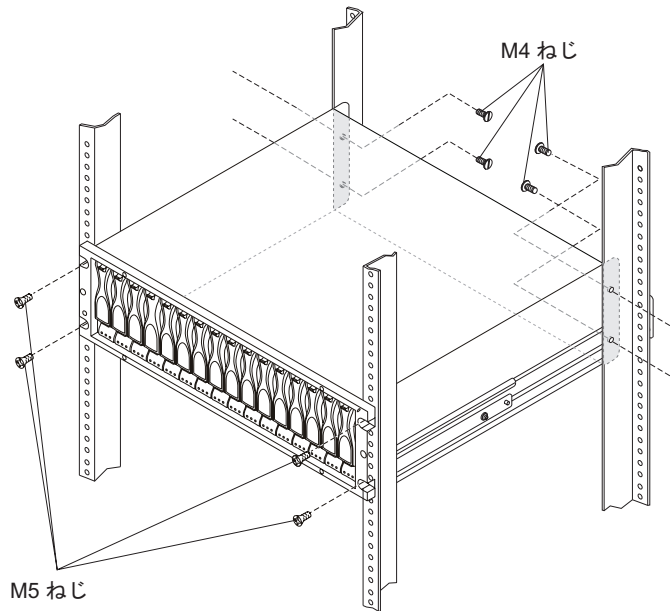

図 20. ラック・キャビネットへの DS5020 の固定
4. ストレージ・サブシステムを固定します。48 ページの図 20 に、ストレージ・サブシステムをラックに固定する方法が示されています。
- c. 48 ページの図 20 に示すように、M5 ねじ 4 個を使用して DS5020 の前部を固定します。